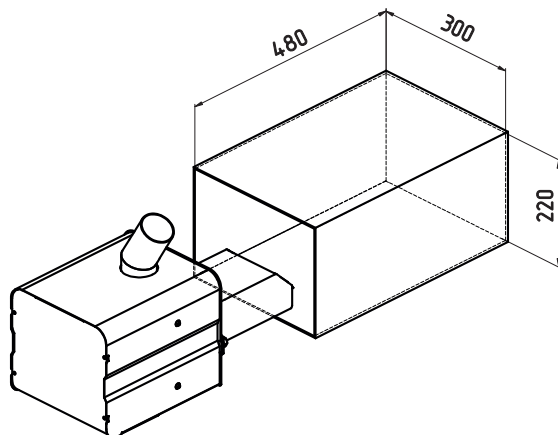

Рис. 11 Минимальные габариты топки котла
7.2.3. Минимальные габариты топки для установки приставной пеллетной горелки представлены на Рис. 11.